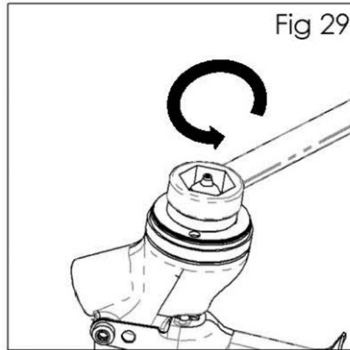

Fig 29
4. Entfernen Sie die Flüssigkeitsdüse mit einem 10 mm-Schlüssel. (Siehe Abb. 29).